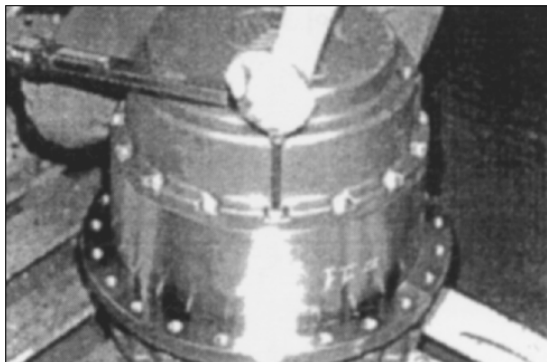

Рис. 111
**ПРИМЕЧАНИЕ:** Применяйте *Loctite 243* для болтов с моментом затяжки до 10 Нм. Рис. 111